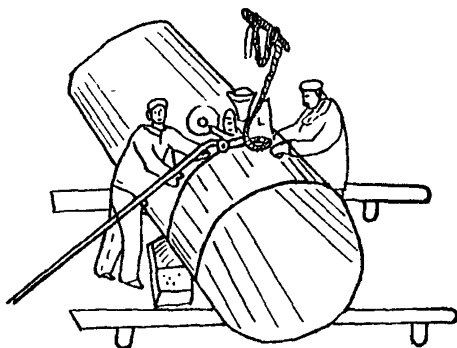

Рис. 2. Установка сварочной головки ПТ-56
3. Сварочная головка ПТ-56. Головка состоит из тележки с обрешиненными колесами, на которой смонтированы электродвигатель с редуктором подачи электродной проволоки, кронштейн с кассетой для электродной проволоки, направляющий и подающий механизм, бункер для флюса и пульт управления. Удерживается головка на трубе с помощью штанги и упора (рис. 2).